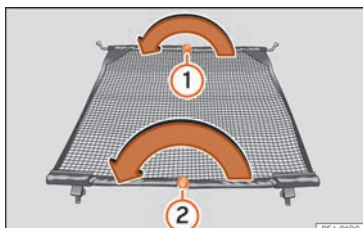

Fig. 128 Plier le filet de séparation.
- Appuyez sur le bouton de déverrouillage »» fig. 128 ① puis pliez la barre transversale dans le sens de la flèche en maintenant le bouton de déverrouillage enfoncé.
- Appuyez sur le bouton de déverrouillage »» fig. 128 ② puis pliez la barre transversale dans le sens de la flèche en maintenant le bouton de déverrouillage enfoncé.